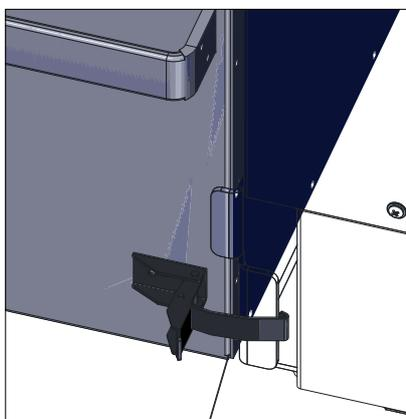

Fig. 125 Chiudere la chiusura a staffa di fissaggio
- Chiudere la chiusura a staffa di fissaggio – Fig. 125.